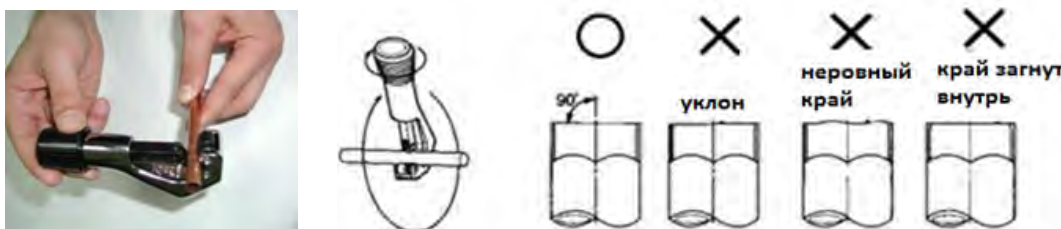

Рис.2.13
- Обрезанные края трубок не должны иметь уклоны, неровности, загнутые внутрь края (рис.2.13).